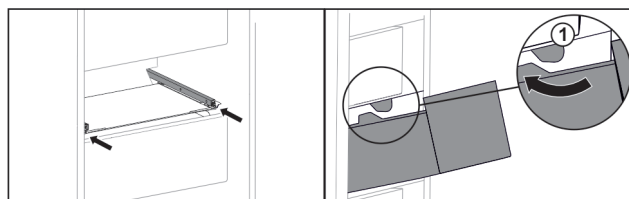

Fig. 149
- ▶ Juhtige sahtel ümber pidurite Fig. 149 (1).